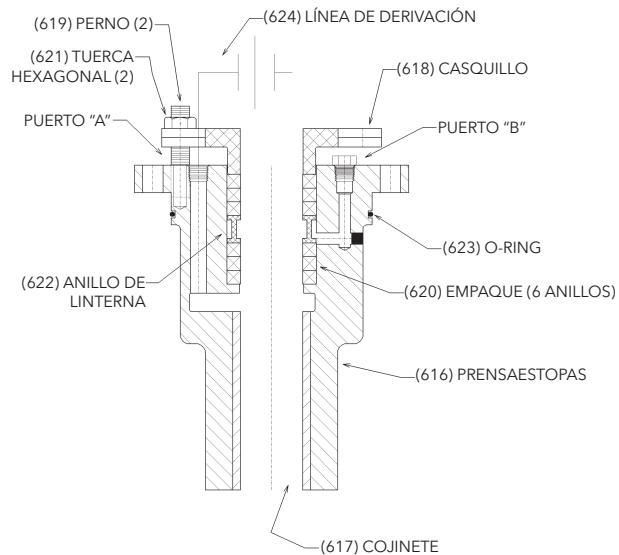

Figura 9
1. Si el prensaestopas (ver Figura 9) o la tuerca de tensión (ver Figura 10) están ensambladas a la cabeza, quitelas junto con toda la tubería incluida.
2. En el caso de una columna roscada, verifique que la columna con brida (637) esté unida a la parte inferior de la cabeza de descarga; verifique y apriete los tornillos de casquete (o tornillos Allen) gradualmente en pares diametralmente opuestos.
Ensamble el prensaestopas como se muestra en la Figura 9.
- Limpie la superficie de la cabeza de descarga donde se montará el prensaestopas y quite cualquier hendidura o rebaba con una lima plana y fina. Coloque la junta sobre la superficie. Deslice el prensaestopas (616) por el eje superior hasta su posición sobre la junta. Asegúrese de que los tornillos de casquete estén apretados con el mismo torque para evitar una desalineación.
- Engrase el anillo de empaque (620) para facilitar la instalación.
- Tuerza los lados del anillo de empaque para facilitar su colocación alrededor del eje. Coloque el primer anillo dentro del prensaestopas. Cuando el anillo entero está dentro de la ranura con la ayuda de los dedos, empújelo hacia abajo usando un casquillo dividido de madera (o algo equivalente). Éste debe sellar el eje y el barreno del prensaestopas. Instale todos los seis (6) anillos y el de cierre como se muestra en la Figura 9. Escalone las juntas de los anillos por intervalos de 90 grados. El casquillo dividido puede usarse como un compactador para el anillo superior.